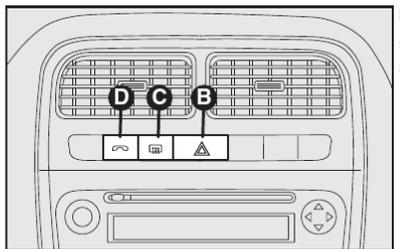

fig. 66
B - Luzes de emergência - Botão com indicação de função para ligar e desligar as luzes de emergência. Acendem-se apertando levemente o botão **B-fig. 66**, independente da posição da chave de ignição. Com o dispositivo ligado, o símbolo sobre o interruptor **B** e o indicador \leftrightarrow , no quadro de instrumentos iluminam-se de modo intermitente.
C - Desembaçador do vidro traseiro **fig. 66** - Botão com indicação de função ativada para ligar/desligar o desembaçador do vidro traseiro.
D - Sistema Viva-voz, Bluetooth® (quando disponível) - **fig. 66**.
- O botão **D-fig. 66** substitui o botão de controle remoto CU-7 do suplemento citado.